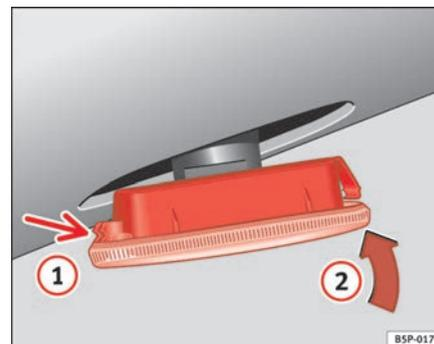

Fig. 159 Indicadores de mudança de direcção laterais
- Coloque o indicador de mudança de direcção em primeiro lugar no orifício da carroçaria, encaixando as patilhas ① ⇒ página 235, fig. 159, e em seguida, encaixe a lâmpada da forma indicada pela seta ② ⇒ página 235, fig. 159. ■